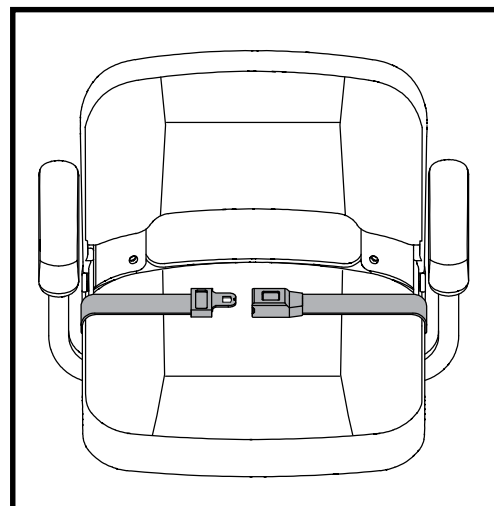

Figure 16. Ceinture de positionnement
1. Insérez l'onglet de la ceinture côté droit dans la boucle de ceinture côté gauche jusqu'à ce que vous entendiez le "clic". **Voir la figure 16.**